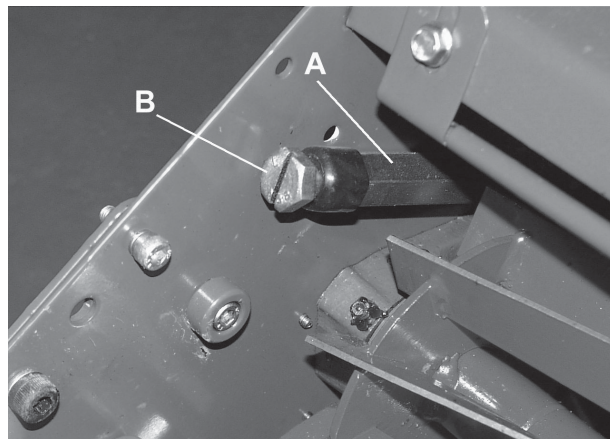

Fig. 8.6
8.6 SUPER CERTES/SUPER BOWL: REGOLAZIONE DEL CILINDRO SULLA LAMA INFERIORE (FIG. 8.6)